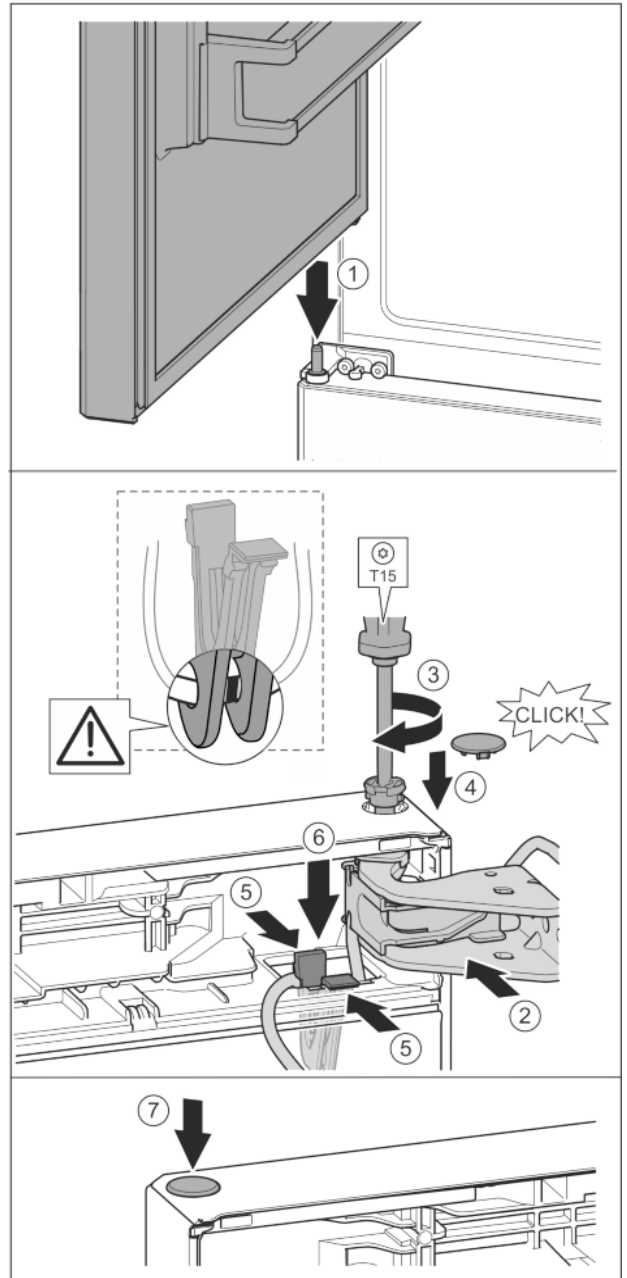

Fig. 36
- ▶ Mettere la porta superiore sul perno di supporto centrale Fig. 36 (1)
- ▶ Allineare la porta in alto all'apertura nel blocco di supporto. Fig. 36 (2)
- ▶ Inserire i perni e stringere con il cacciavite T15. Fig. 36 (3)
- ▶ Montare la copertura di sicurezza a protezione della porta: inserire la copertura di sicurezza e controllare se appoggia sulla porta. Altrimenti inserire completamente il perno. Fig. 36 (4)
- ▶ Inserire nell'apertura il supporto con il relativo cavo fissato. *Fig. 36 (5)*
- ▶ Spingere il supporto verso il basso fino all'innesto in posizione della linguetta. *Fig. 36 (6)*
- ▶ Inserire i tappi. *Fig. 36 (7)*